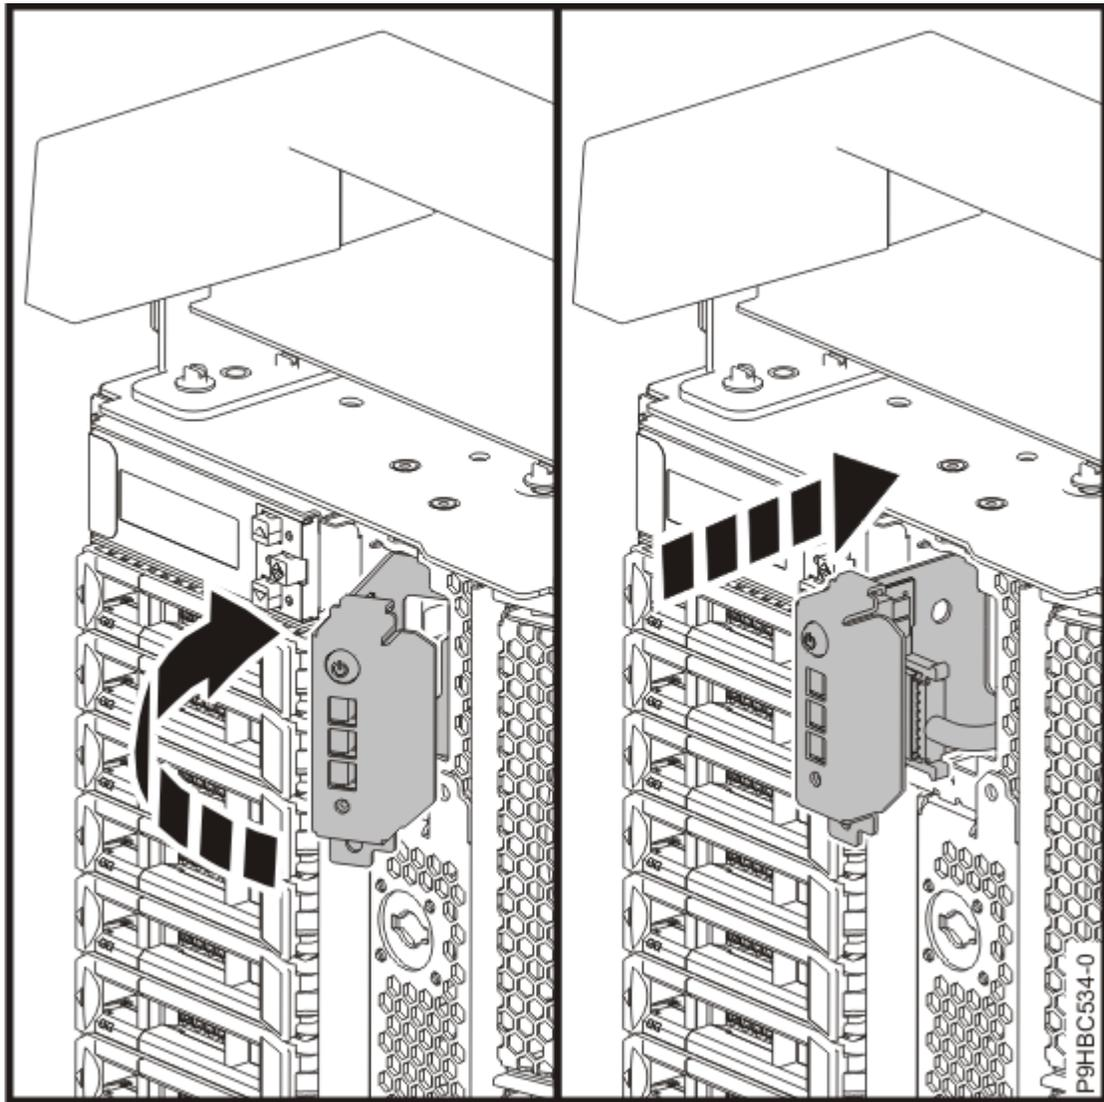

Figura 80. Substituir o painel de controlo num sistema autónomo
- a) Substitua o painel de controlo no sistema ao rodar o painel de controlo para a direita conforme apresentado na Figura 80 na página 85.